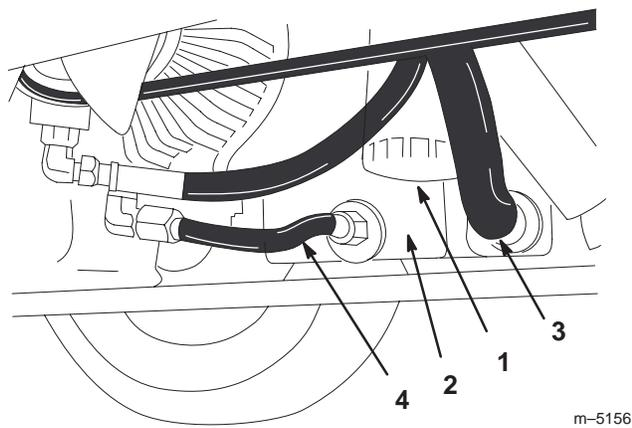

Bild 36
2. Reinigen Sie den Bereich um den Hydraulikölfilter und entfernen den Filter von der Unterseite des Filtergehäuses, wobei Sie einen Filterschlüssel verwenden sollten (Bild 36).
3. Entfernen Sie die Rohr- und Schlauchgruppe vom Ölbehälter und lassen das Öl in ein Auffanggefäß ab (Bild 36).
4. Montieren Sie den neuen Hydraulikölfilter an der Unterseite des Filtergehäuses (Bild 36).
5. Montieren Sie die Rohr- und Schlauchgruppe am Behälter (Bild 36).
1. Entfernen Sie den Hydraulikölfilter von seinem Anbaustutzen. Verwenden Sie dabei einen Filterschlüssel (Bild 36). Entsorgen Sie den Filter vorschriftsmäßig.